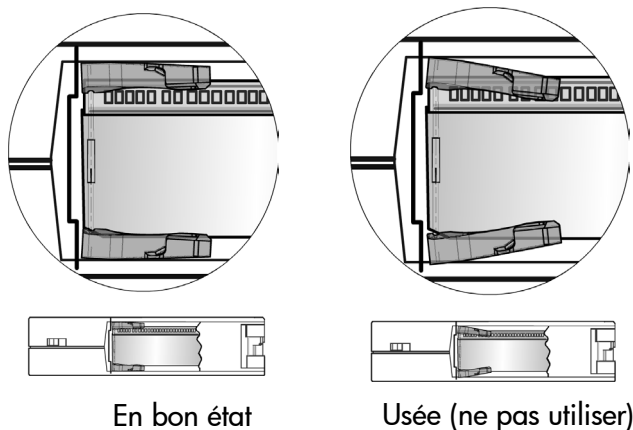

Figure 75 Amorces de bande SDLT
- Vérifiez que l'amorce de la bande magnétique n'est pas endommagée, mal positionnée ou désalignée (Figure 75, page 102).
- Vérifiez la position de l'amorce de la bande en appuyant sur le verrou de la porte pour libérer cette dernière. Tout en enfonçant le verrou du capot, poussez l'onglet vers le bas pour ouvrir la porte. Faites attention à ne pas toucher la bande après avoir ouvert le capot. Vérifiez que l'amorce de la bande est correctement positionné (Figure 75, page 102).